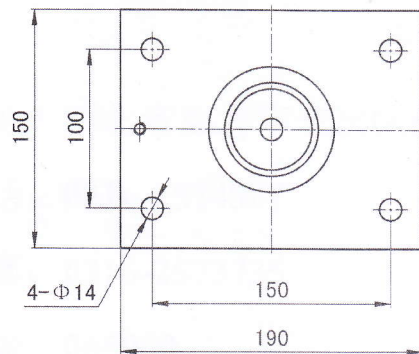

图 1
- (1) 安装尺寸见图 1 及表 1。
- (2) 缓冲器安装的数量及位置应符合电梯布置图要求。
- (3) 按图 1 安装尺寸打膨胀螺栓孔。
- (4) 将水平尺放在缓冲器顶面上调整缓冲器使之水平后紧固螺母。